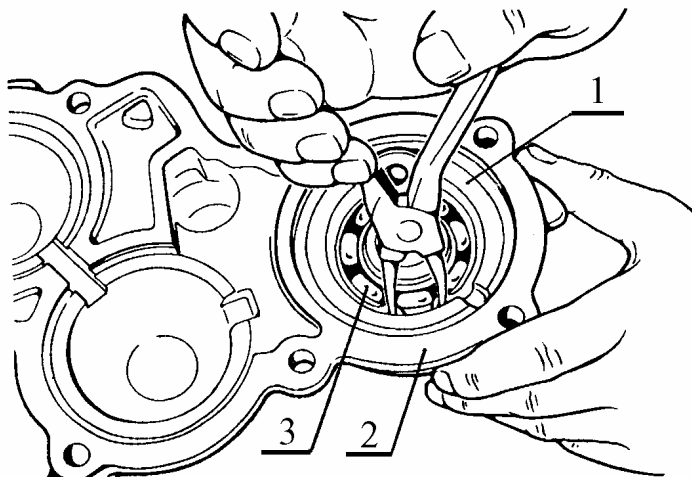
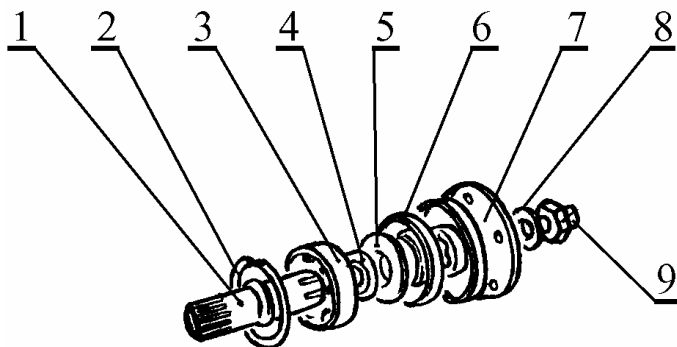

Рис.16. Снятие установочного кольца подшипника вала привода заднего моста:
Рис.17. Детали вала привода заднего моста:
3.16.1 Снять установочное кольцо 1, рис.16, выпрессовать из крышки 2 подшипник 3 с валом привода заднего моста, снять маслоотражатель 5, рис.17, и упорное кольцо 4 (щипцы для развода пружинных колец, молоток с пластмассовым бойком).